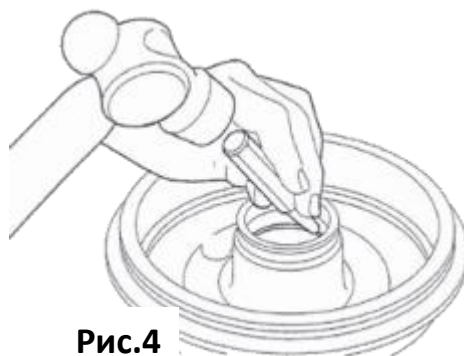

Рис.4
- 8) Снимите наружные кольца внутреннего и наружного подшипников (Рис.4)